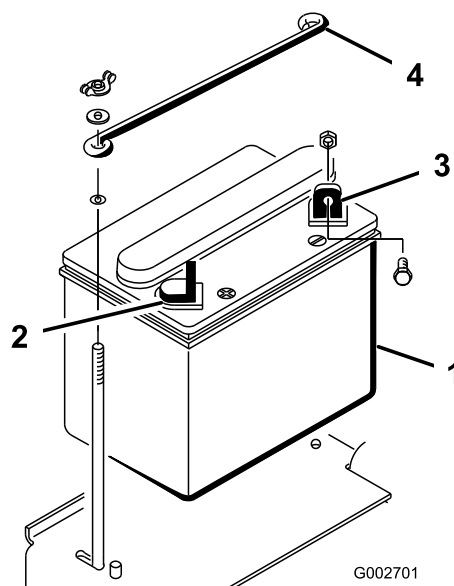

図 4
1. マイナス (-) 端子を車体後方に向けてバッテリーを車体に載せる (図 4)。